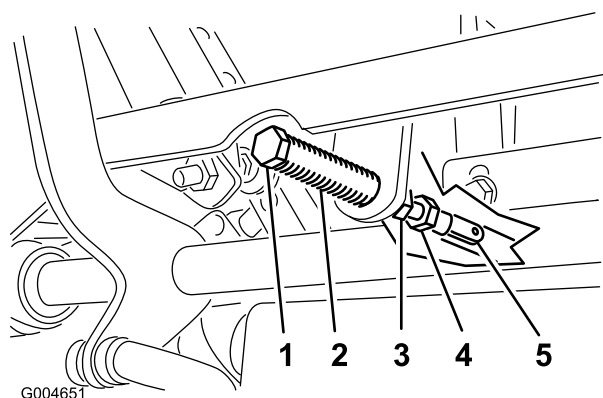

Рисунок 49
- Потяните рычаг назад так, чтобы шплинтуемый штифт (на рычаге над осью поворота) вошел в контакт с концом паза (только начал надавливать на пружину), как показано на Рисунок 49.
- Если требуется регулировка, ослабьте гайку и контргайку, прижимающую рычаг к вилке (Рисунок 49).
- Слегка надавив в направлении назад на рычаг управления движением, поверните головку регулировочного болта в соответствующем направлении так, чтобы рычаг управления расположился по центру в НЕЙТРАЛЬНОМ ФИКСИРОВАННОМ положении (Рисунок 49).
- Затяните гайку и контргайку (Рисунок 49).
10. Затяните контргайки в месте расположения шаровых шарниров (**Рисунок 49**).